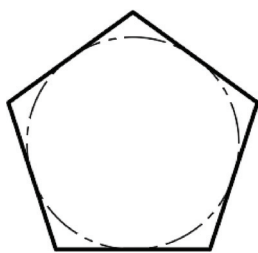

图 5-10 原始图形
- 1 打开“利用夹点拉伸对象练习.dwg”文件，原始图形如图 5-10 所示。